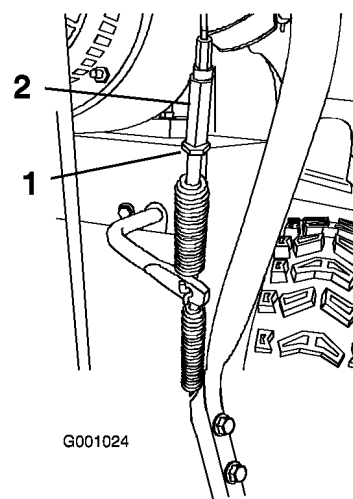

Figure 40
5. Desserrez l'écrou de blocage (Figure 40).
6. Desserrez ou serrez le tendeur de réglage de la tension du câble (Figure 40).